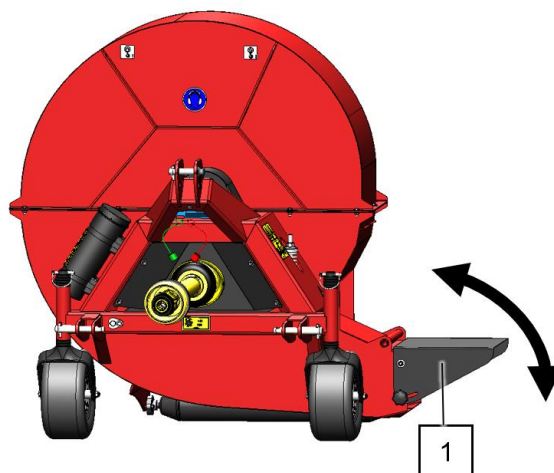

Fig. 10
In plaats van de omkeerbocht kan er ook gebruik gemaakt worden van de meegeleverde uitblaasklep ((1) Fig. 10). In tegenstelling tot de omkeerbocht is er nu slechts aan een zijde van de machine een luchtstroom mogelijk. Wel kan de luchtstroom in het verticale vlak gereguleerd worden door het verstellen van de klep.